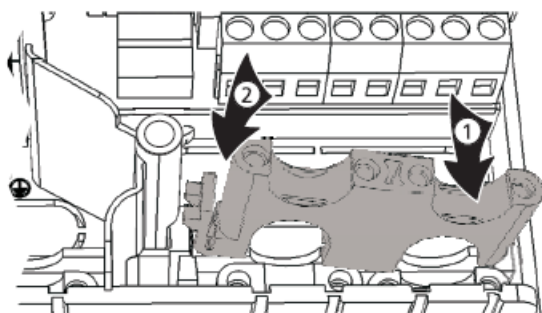

Figure 4 : pose du pont en plastique droit
1. Commencez par positionner le pont droit avec l'ergot de blocage ① (Figure 4).
2. Appuyez sur l'autre partie du pont ② jusqu'à ce que la pince à ressort s'enclenche.